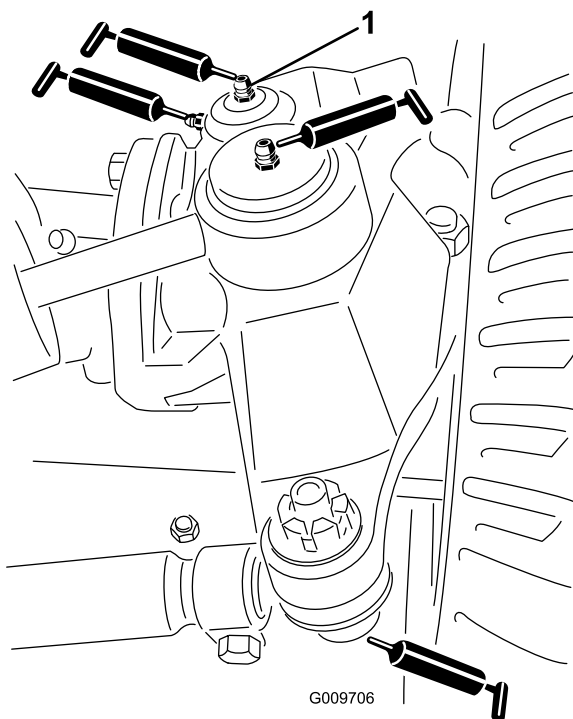

Figura 23
- Articulaiones esféricas del cilindro de dirección (2) (Figura 23)
- Articulaciones esféricas de las bielas (2) (Figura 23)
- Casquillos del pivote de dirección (2) (Figura 23). **El punto de engrase superior del pivote de dirección debe lubricarse solamente cada año (2 aplicaciones).**